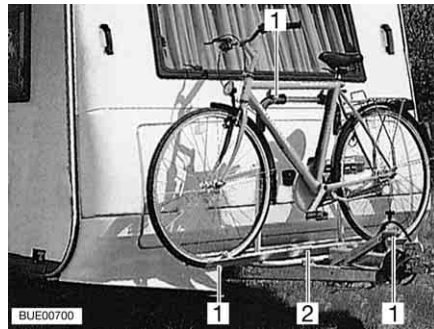

Fig. 11 Portabicicletas en la parte delantera
- Colocar las bicicletas sobre el portabicicletas (Fig. 11,2) y atarlas con las correas de cierre rápido (Fig. 11,1).